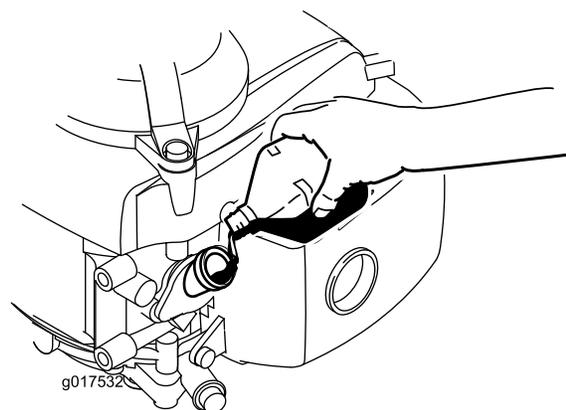

Рисунок 6
3. Осторожно заполните маслом картер двигателя примерно на  $\frac{3}{4}$  объема через маслозаливную горловину (Рисунок 6).